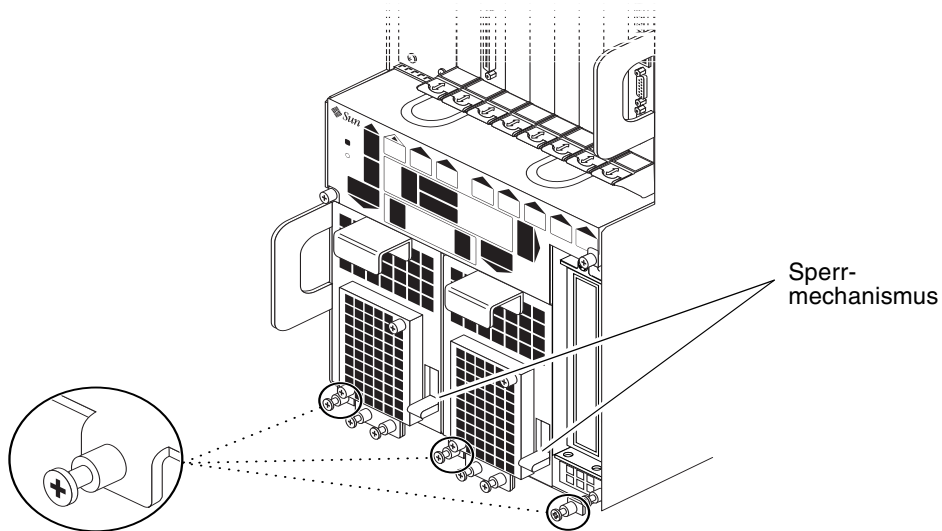
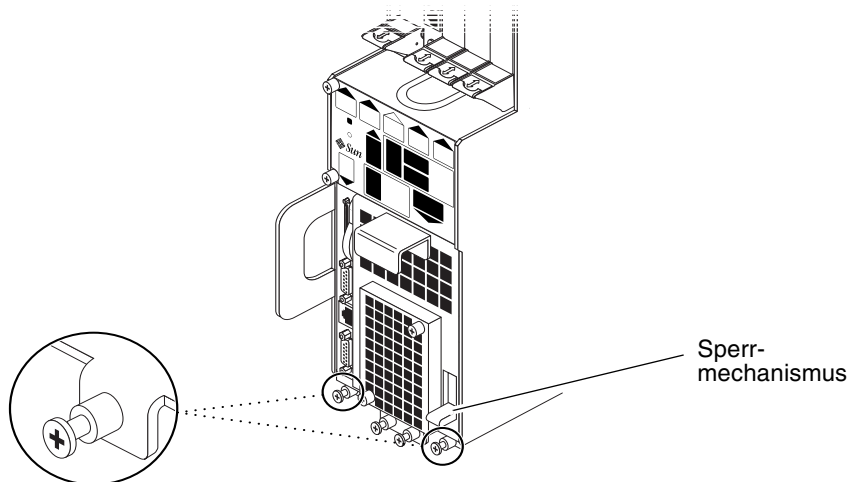

ABBILDUNG 3-9 Festziehen der Schrauben an der Unterseite des Netra ct 800 Servers
ABBILDUNG 3-10 Festziehen der Schrauben an der Unterseite des Netra ct 400 Servers
- Wenn Sie einen Netra ct 800 Server einbauen, ziehen Sie die *drei* schwarzen Befestigungsschrauben an der Unterseite des Servers fest (ABBILDUNG 3-9).
- Wenn Sie einen Netra ct 400 Server einbauen, ziehen Sie die *zwei* schwarzen Befestigungsschrauben an der Unterseite des Servers fest (ABBILDUNG 3-10).
ABBILDUNG 3-9 zeigt, wo sich die Sperrmechanismen der beiden Stromversorgungseinheiten des Netra ct 800 Servers befinden. ABBILDUNG 3-10 zeigt, wo sich der Sperrmechanismus der Stromversorgungseinheit des Netra ct 400 Servers befindet. Vergewissern Sie sich beim Einsetzen eines Netra ct 800 Servers, dass Sie *beide* Stromversorgungseinheiten sperren.